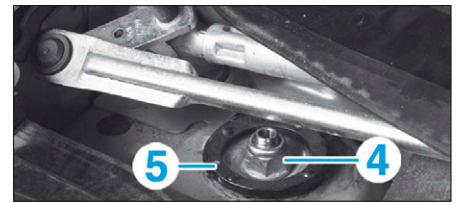

FIG. 3
- l'écrou (4) (Fig.3),
- la coupelle (5),